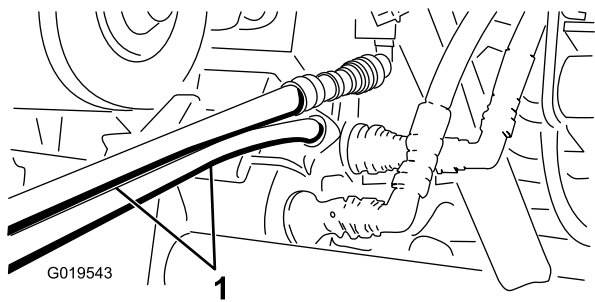

Figura 78
5. Na outra máquina, ligue as duas mangueiras ao acoplador que ainda se encontra no suporte de acoplamento (ligue a mangueira superior ao acoplador superior e a mangueira inferior ao acoplador inferior) (Figura 78).